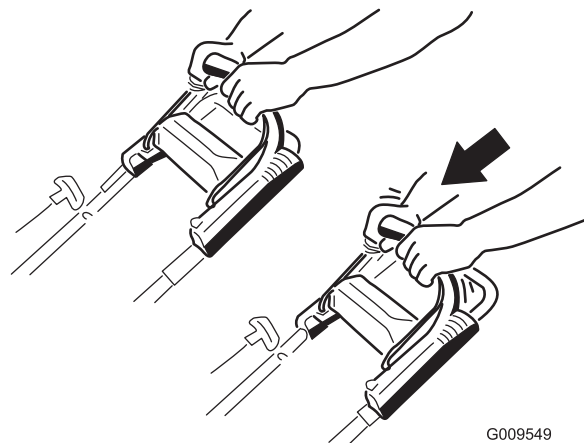

Figuur 14
2. Trek aan de handgreep van het startkoord (Figuur 14)
Opmerking: Trek de starthandgreep langzaam uit totdat u weerstand voelt, daarna krachtig uittrekken (Figuur 14). Laat het koord langzaam terugkeren.